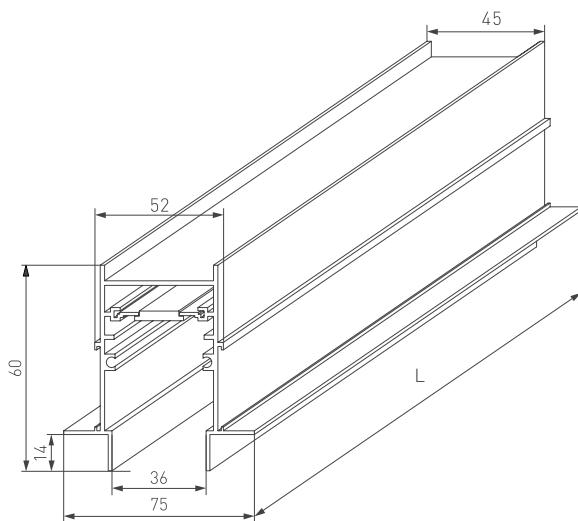

Рис. 1. Магнитный шинопровод серии MAG-TRACK-4560-FDW
- 3.1. Подготовьте на монтажной поверхности нишу согласно размерам, рис.1.